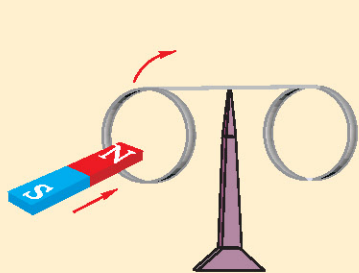

图 1-4-9
1. 如图1-4-9所示,两个相同的铝制圆环中,一个有切口,固定在一根可以在水平面内自由转动的直杆上.当磁铁磁极移近(不要碰到)完整的圆环时,圆环会随磁铁运动,好像被推动了;拉出磁极,圆环也跟过来.同样操作对于另一个有切口的圆环,则没有反应.试解释道理何在?